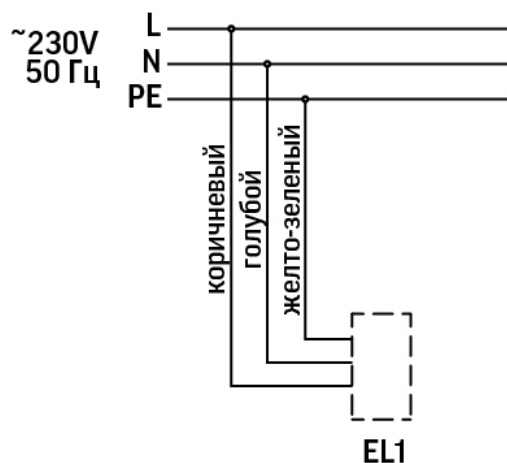

Рис. 1
- Для правильного подключения, провода имеют цветовую идентификацию (см. рис.1).